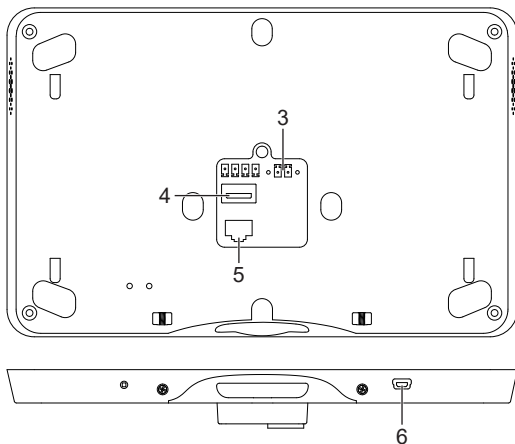

Abb. 3: Anschluss
- Spannungsversorgung (3) und LAN (5) anschließen. (Abb. 3)